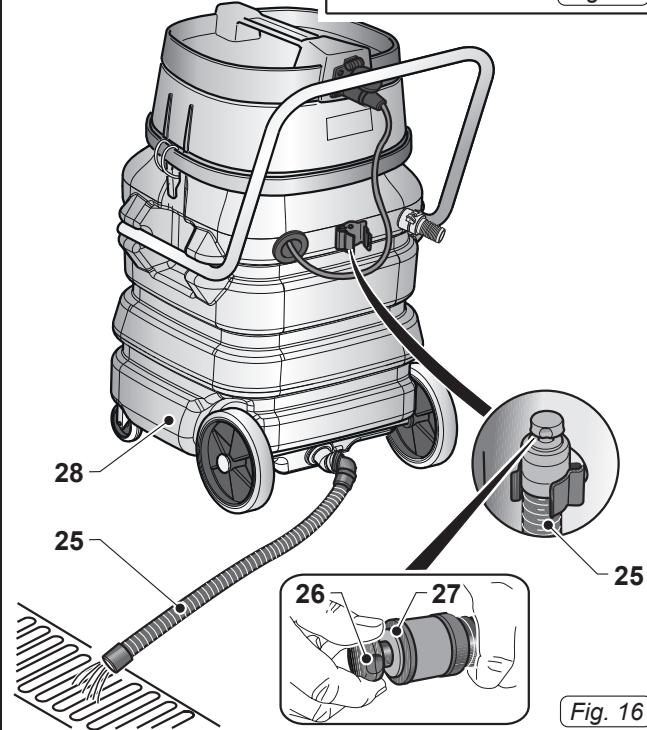

Fig. 16
- Sganciare il tubo di scarico (25 Fig. 16) da relativo supporto.
- Svitare il pomello (26 Fig. 16), rimuovere il tappo (27 Fig. 16) del tubo di scarico (25 Fig. 16) e svuotare il liquido contenuto nel serbatoio di recupero (28 Fig. 16).